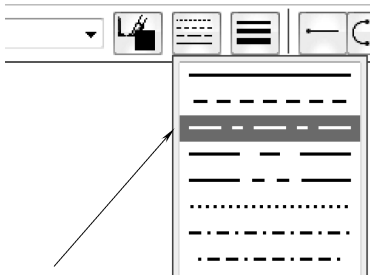

图 6-81 选择“点画线”
(1) 单击【绘制草图】选项卡【绘图】区域下的 ℓ 【直线】按钮，在上方弹出的菜单栏中的 $\equiv$ 【线型】中选择【点画线】选项，如图 6-81 所示。